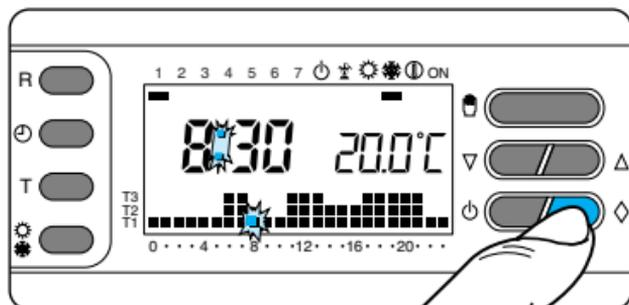

Fig. 45
9.2 - Premere il pulsante \diamond (fig. 45).